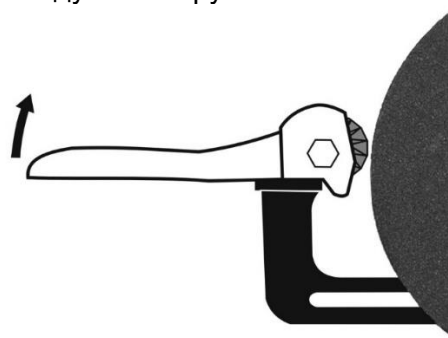

Рис.12
2. Если биение продолжается, продолжайте повторять Шаг 1, смещая внешний фланец неизменно в одном направлении. См. Рис. 12. Сам круг удерживайте каждый раз в одном и том же положении.
1. Отведите подручник так, чтобы выступающая часть правильного устройства могла зацепиться за внутренний край подручника (См. Рис. 12).